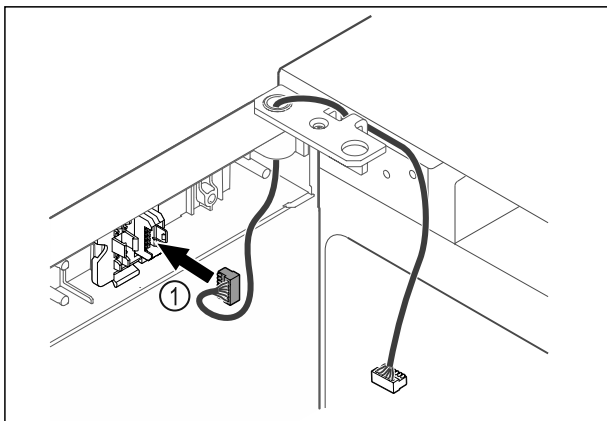

Fig. 44
- ▶ Τοποθετήστε το φιν Fig. 44 (1) στο στήριγμα του φιν.